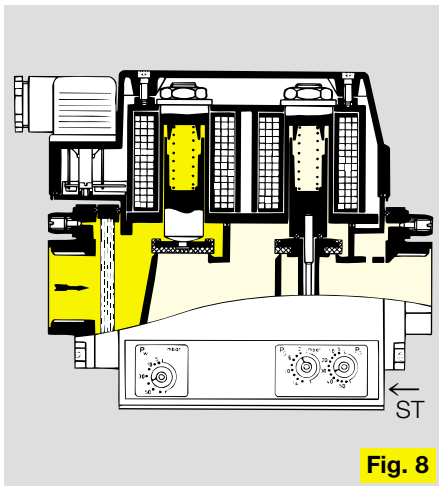
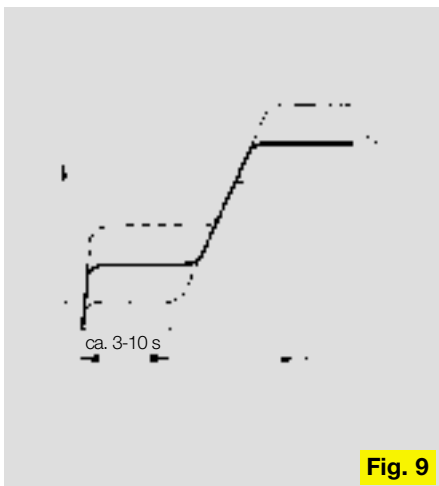

Fig. 8
Fig. 9
der Druckregler durch Lösen einer Verschlußschraube (ST) in Startgasstellung gehalten werden (Fig. 8). Nach Feineinstellung Verschlußschraube wieder festziehen. Nach ca. 3 - 10 s Haltezeit gedämpfter Druckanstieg von p_S auf p_G (Fig. 9).
coil(s), valves 1 and 2 open. For the adjustment of the start gas pressure, the governor can be kept in the start gas position by loosening the screw plug (ST) (Fig. 8). Following the precision adjustment retighten screw plug. After approx. 3 to 10 s damped pressure increase from p_S to p_G (Fig. 9).
Pour le réglage de pression de gaz initiale, le régulateur peut être tenu dans la position de débit initial, en desserrant le bouchon (ST) (Fig. 8). Après le réglage précis resserrer le bouchon. Après 3 - 10 s environ augmentation amortie de p_S à p_G (Fig. 9).